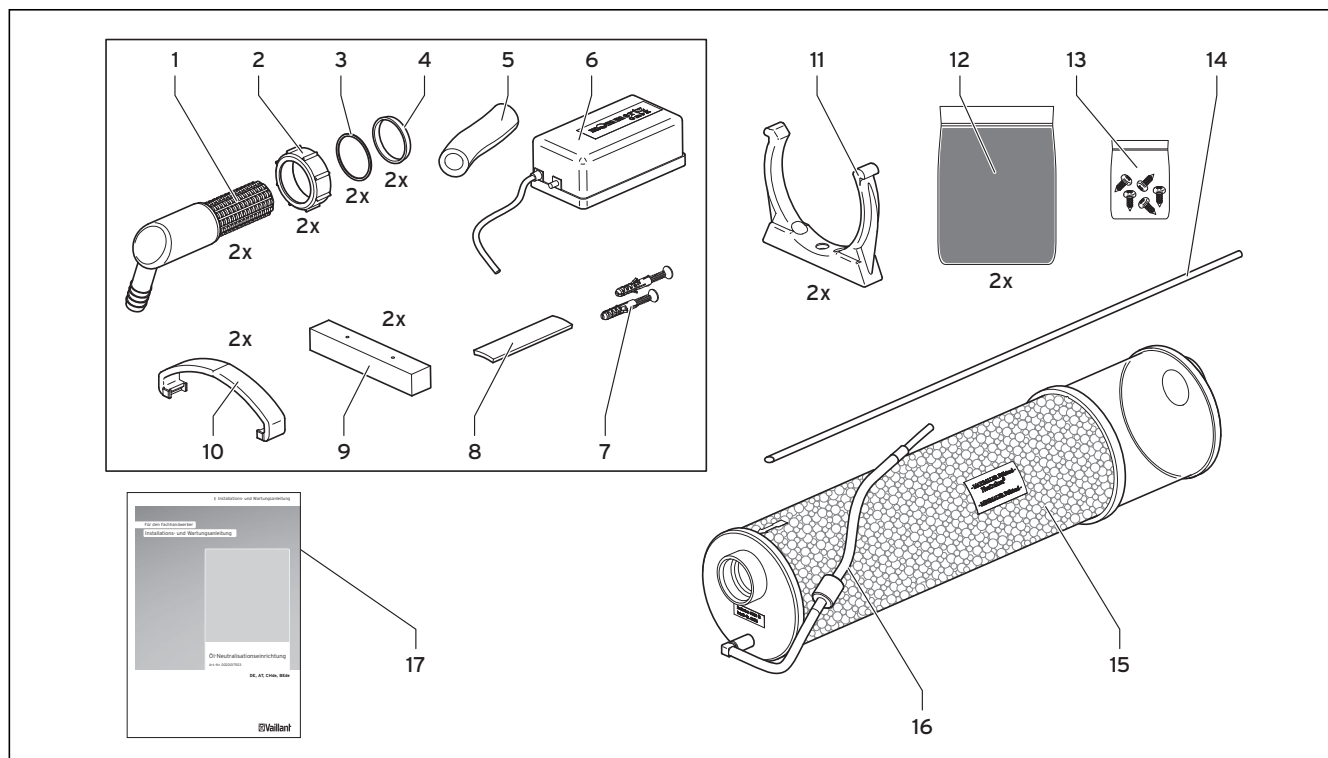

Abb. 3.1 Lieferumfang
- Füllen Sie die Aktivkohle (→ **Abb. 3.1**, Pos. 12) in die Öffnung am Anschlussgewinde (**11b**) für die Tülle/Zulauf ein.